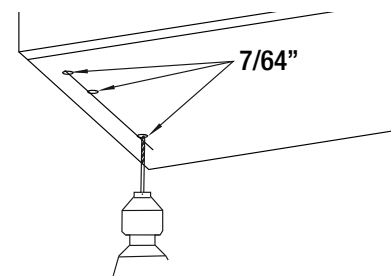

Fig. 16-4
- Coloque el soporte a un lado y taladre tres orificios de  $7/64$ " en las ubicaciones marcadas como se muestra en la fig. 16-4.